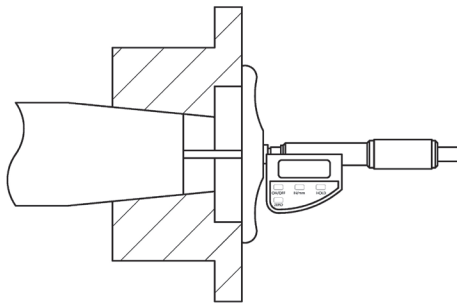

Abbildung 4 – Messbeispiel Wellenende zum Nabenflansch.
- 7.4. Verwenden Sie ein Tiefenmikrometer, um den Abstand vom Wellenende zur Nabenfläche zu messen, wie in Abbildung 4 dargestellt. Notieren Sie die Maße.